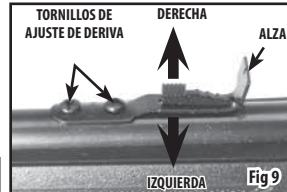

Fig 9
- El alza se puede ajustar para disparar hacia la derecha o hacia la izquierda (deriva). Afloje los tornillos de ajuste de deriva girándolos en sentido contrario a las agujas del reloj. Mueva la mira hacia la derecha para que el perdigón impacte a la derecha en el blanco. Mueva la mira hacia la izquierda para que el perdigón impacte a la izquierda en el blanco. Luego apriete los tornillos de ajuste de deriva girándolos en el sentido de las agujas del reloj (Fig. 9)